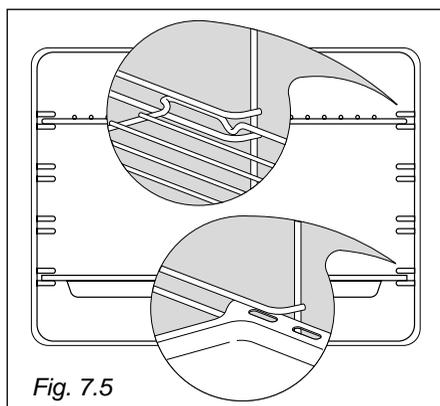

Fig. 7.5
- Infilare in mezzo alle guide dei telai laterali la leccarda e la griglia come in fig. 7.5. La griglia va montata in modo che l'arresto di sicurezza, che ne evita l'estrazione accidentale, sia rivolto verso l'interno del forno.